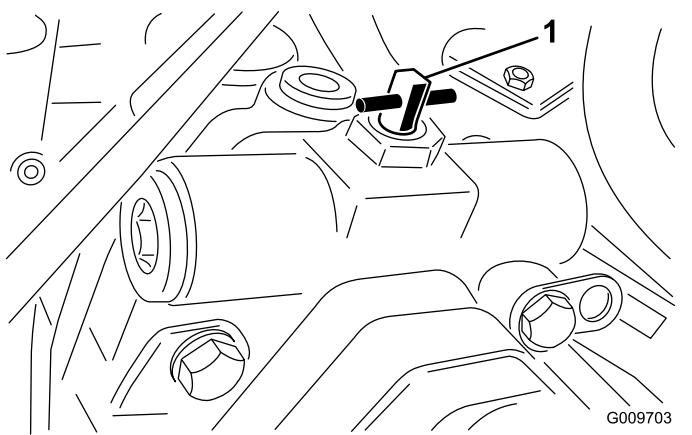

Figura 61
2. Gire la válvula auxiliar 90° (1/4 de vuelta) en cualquier sentido para abrirla y dejar pasar el aceite internamente (**Figura 61**). Puesto que el aceite se desvía, la máquina puede ser movida lentamente sin dañar la transmisión. Observe la posición de la válvula al abrirla o cerrarla.